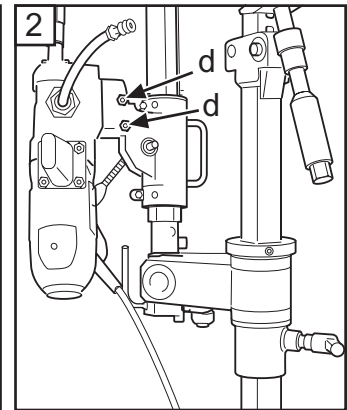

Fig.13
3. Montera bormaskinen i snabbfästet på matarhuset, drag åt de koniska låsmuttrarna (d) (Fig. 13) med 24 mm nyckel.
3. Monter bormaskinen i hurtigfestet på materhuset, trekk til de koniske låsemutrene (d) (Fig. 13) med 24 mm nøkkel.